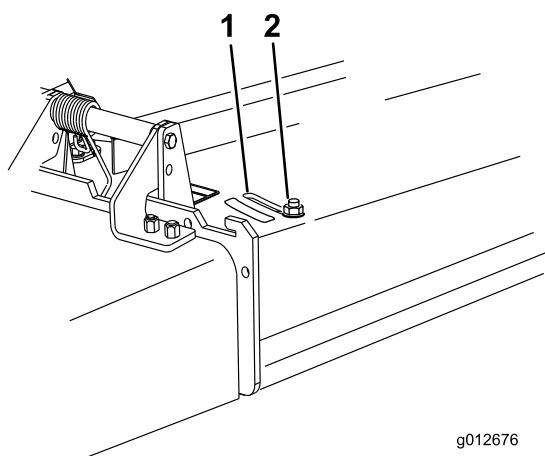

Figura 14
3. Para ajustar el deflector, afloje la tuerca (Figura 14).